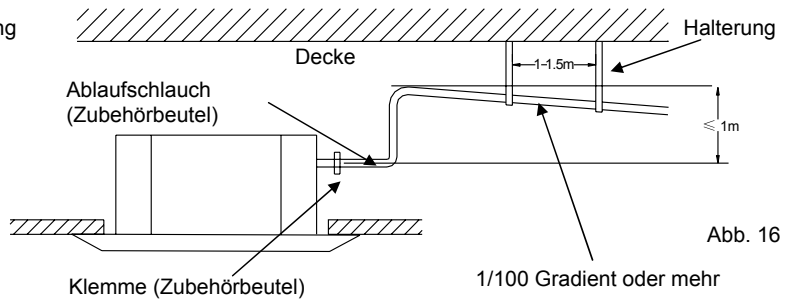

Abb. 16
- Das Ablaufrohr muss ausreichend mit Halterungen gesichert sein: alle 1 bis 1,5m eine Halterung ist nötig (Abb. 16).